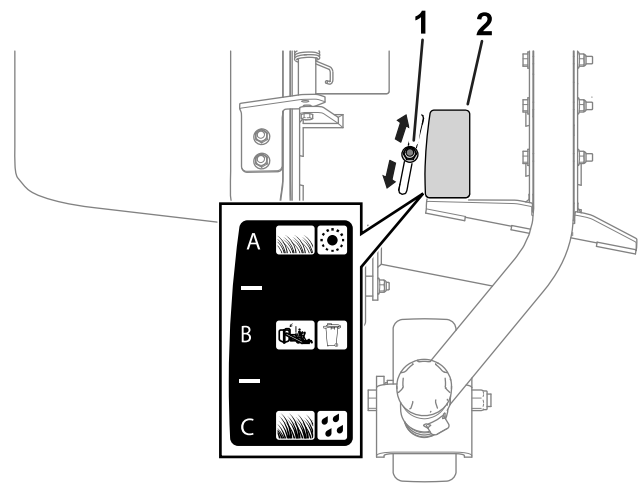

Bild 14
2. Lösen Sie dann die Mutter (Bild 14).
In den folgenden Abschnitten finden Sie eine Beschreibung der einzelnen Positionen des Richtungsablenkblechs. Bild 14 illustriert jede Position (d. h. A, Bund C) wie auf dem Aufkleber zu sehen.